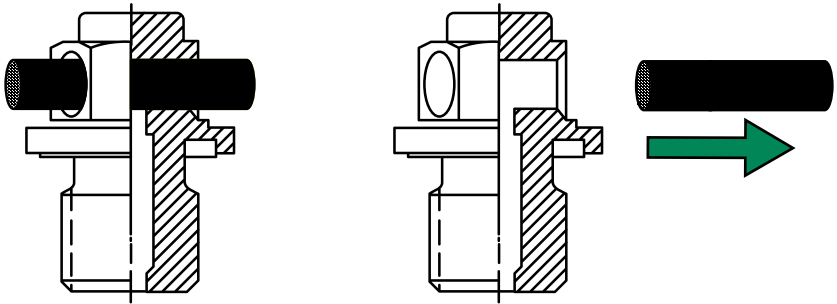

Fig. 6.1
6.1 LA TIRA DE GOMA (RUBBER) DEBE SER RETIRADA DEL TAPÓN DE VENDEO DEL REDUCTOR, ANTES DE PONER EN FUNCIONAMIENTO EL VENTILADOR (FIG. 6.1)